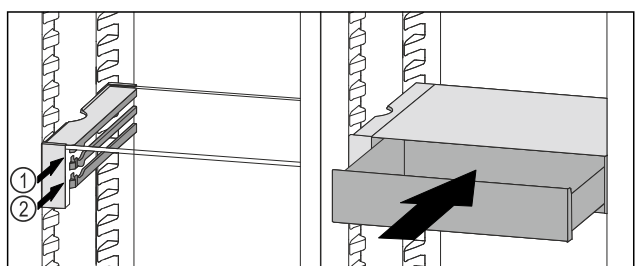

Fig. 38
- ▶ Sæt VarioSafe-skuffen ind bag stoppene på den ønskede ribbe Fig. 38 (1) eller Fig. 38 (2).